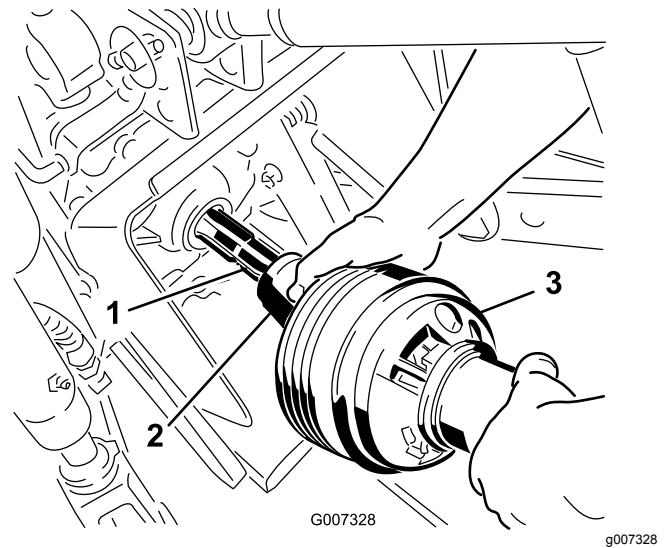

Figure 24
3. Accouplez l'arbre de PDF à l'arbre de PDF du groupe de déplacement (Figure 24).